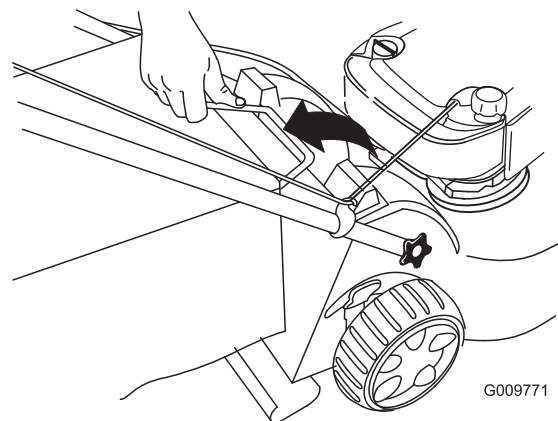

Bild 31
2. Heben Sie den Fangkorbbügel aus den Kerben oben an der Maschine und nehmen Sie den Fangkorb ab (Bild 31).